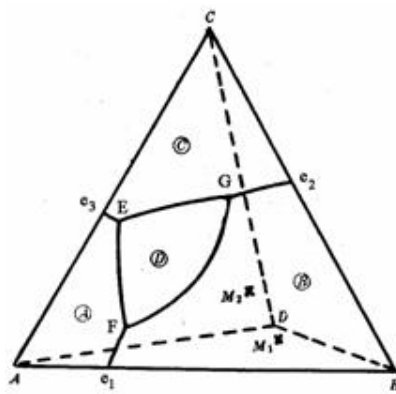

图6-14
6-26 图6-14为一个三元系统相图。根据此图：(1) 判断化合物D的性质，标出图中各边界和界线温降方向并判断界线性质；(2) 判断无变量点E、F、G的性质，并写出相平衡关系式；(2) 写出熔体 M_1 和 M_2 的冷却析晶过程；(3) 计算熔体 M_2 液相刚到结晶结束点时以及结晶结束后的各相含量。